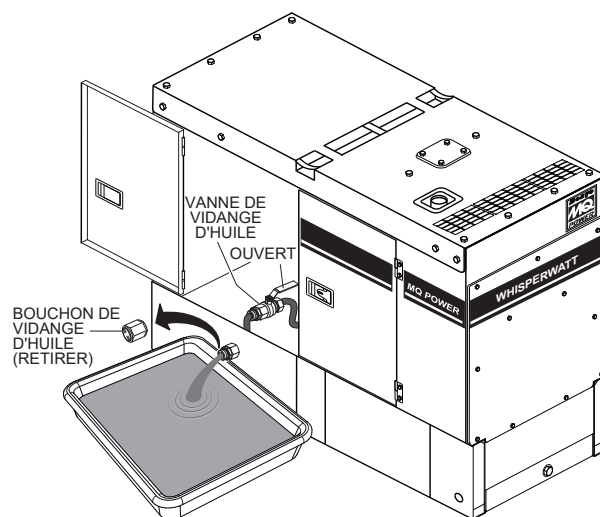

Figure 63. Vidange de l'huile moteur
3. Ensuite, retirez le **bouchon de vidange d'huile** (Figure 63).